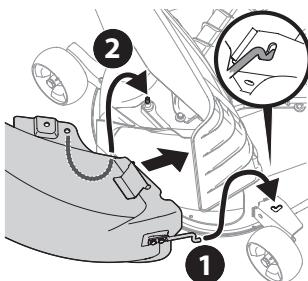

Figure 25
- Insérez l'extrémité de l'assemblage de la botte (1) dans l'orifice prévu à cet effet dans la roue du plateau de coupe, comme illustré dans l'encart de la Figure 25.
- Faites pivoter la botte vers l'arrière jusqu'à ce que le trou dans le botte s'aligne avec la goupille de l'adaptateur de pont. Déplacez le botte vers le bas sur cette goupille comme indiqué dans 2 des Figure 25.